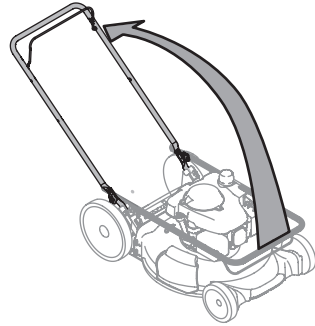

Figure 2
3. Assurez-vous que la tondeuse est stable, puis relevez la partie supérieure. Voir Figure 2. Veillez à ne pas pincer le câble de commande de la lame lorsque vous relevez le guidon.